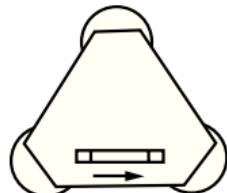
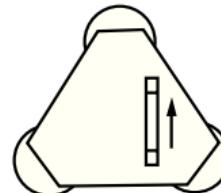

Рис.3
Рис.4
**Горизонтизование прибора цилиндрическим уровнем:** Поверните алидаду теодолита так, чтобы цилиндрический уровень был параллелен линии, соединяющей центры любых двух подъемных винтов (Рисунок 3) и в это же время, поворачивая эти винты в противоположные стороны, переместите пузырек в центр ампулы. После этого, поверните алидаду прибора на 90 градусов (Рисунок 4) и также, поворачивая третий винт, добейтесь положения пузырька уровня точно по центру ампулы. Повторите описанную процедуру несколько раз так, чтобы смещение пузырька не превысило одно деление ампулы при любом угле поворота прибора.